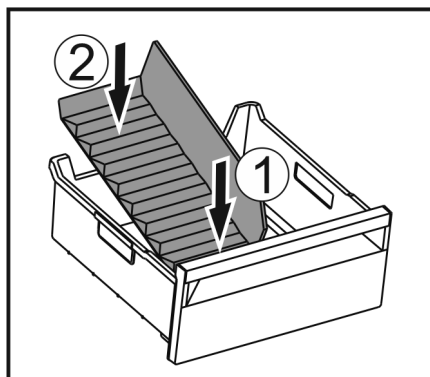

Fig. 156
- Installer la partie avant du séparateur de congélateur. Fig. 156 (1)
- Abaisser la partie arrière du séparateur de congélateur jusqu'au fond du tiroir. Fig. 156 (2)